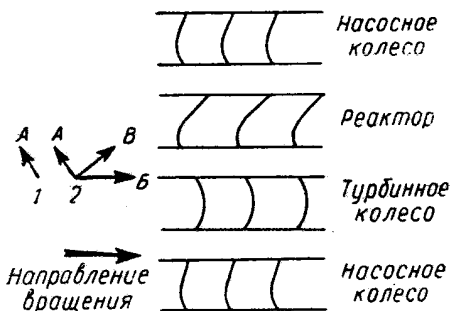

Рис. 40. Развернутая схема лопаток.
На рис. 40 показана схема действия гидротрансформатора на режиме изменения крутящего момента (1), когда реактор и турбинное колесо неподвижны и на режиме гидромуфты (2), когда турбинное колесо вращается вместе с реактором, так как муфта сво-